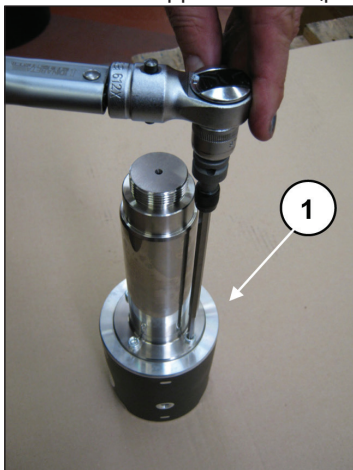

Fig. 38
Per separare lo stelo dal guida pistone occorre svitare le viti a testa cilindrica M6 mediante apposita chiave (pos. ①, Fig. 38).